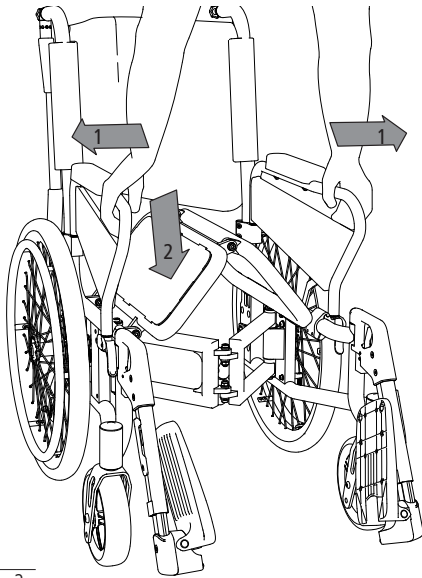

fig. 2
1. Stil dig hen foran kørestolen, tag fat foran i rørene på sidedelen, og tryk dem udad (1, fig. 2).
2. Tryk én af sædefladerne i den forreste del nedad med flad hånd (2, fig. 2), indtil kørestolen er helt klappet ud.